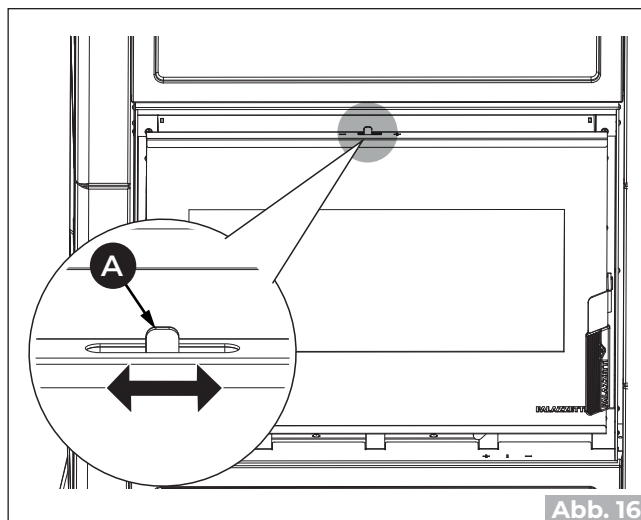

Abb. 16
Während des Betriebs des Kamins kann die Reinigung der Keramikglases über den Regelhebel (A) gefördert werden (Abb. 16), ohne dass die Tür geöffnet werden muss.